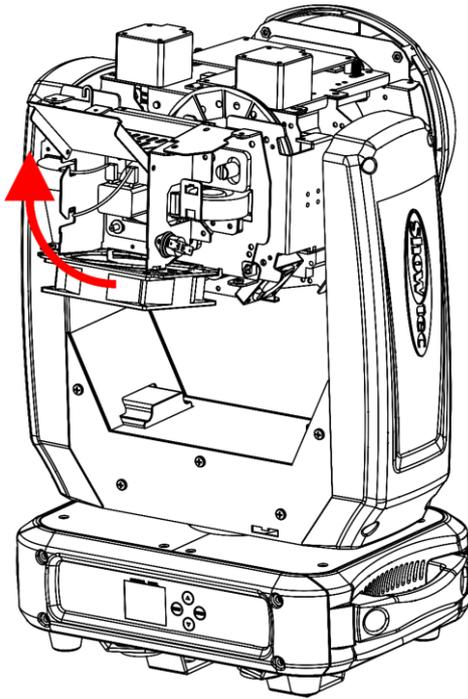

Abb. 19
- 03) Öffnen Sie das Lampengehäuse (Abb. 19).